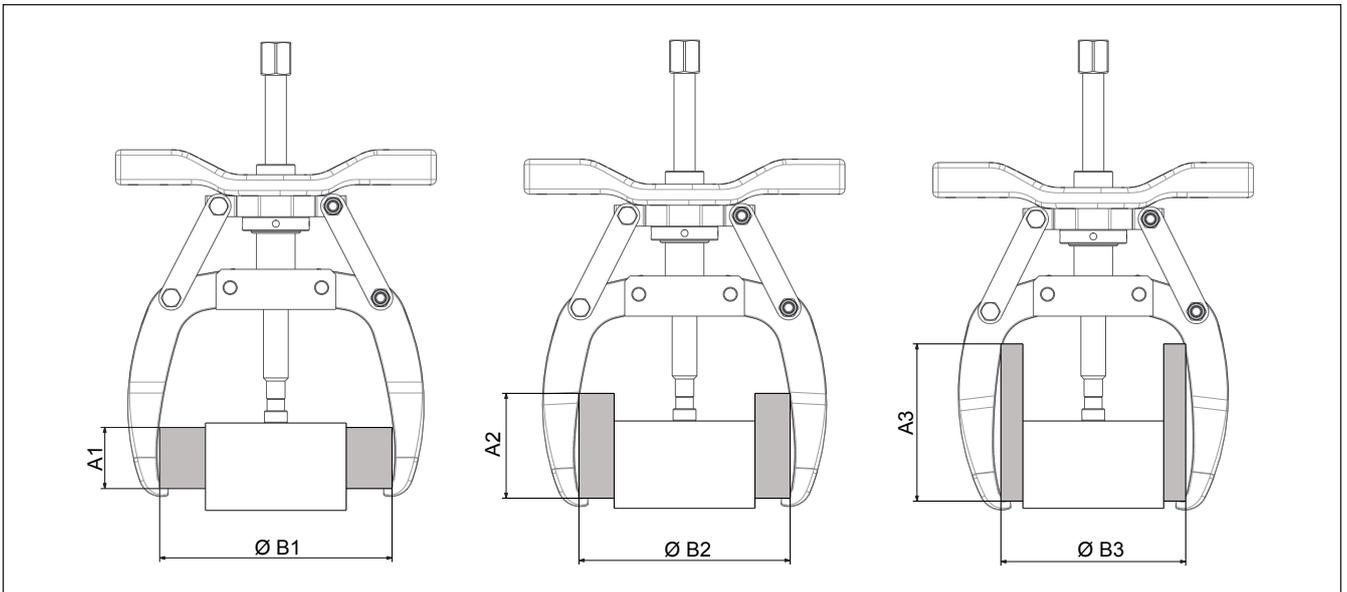

图 6， 拔轮器最大触及和扩张范围
- 将拔轮器固定到工件之上时，应参考图 6 中所含的最大触及范围和扩展尺寸的信息。遵守这些重要说明能够降低受力很大情况下钳爪和主轴的变形量。
NOTICE 主轴和钳爪必须咬住工件，并且至少达到图 6 所示的最小触及范围和扩张程度。如果需要触及更大范围，则可以使用垫片，在第 3 步中将适用尺寸的垫片放在尖端护套和工件之间。